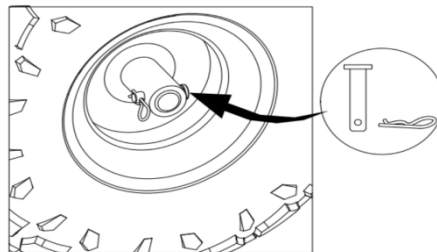

Figura 2
2. Inserte el pasador de espiga como se muestra en la Figura 2